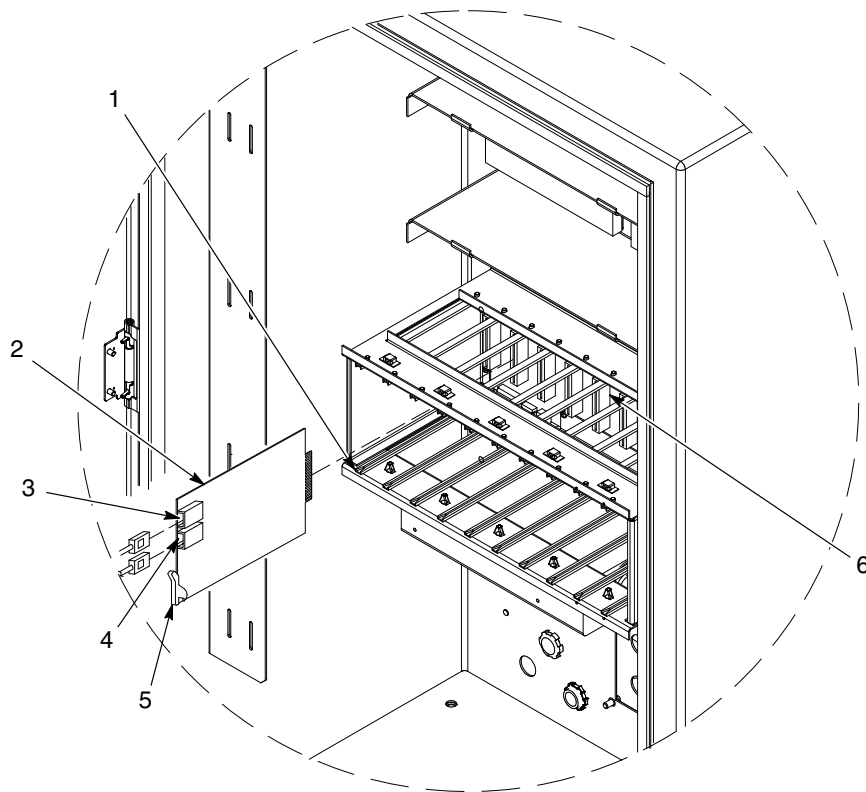

Figure 5-1 Remplacement de la carte de commande des pistolets
Voir la figure 5-1. Les cartes de commande des pistolets (2) sont installées de la gauche vers la droite dans le panier à cartes. Chaque carte commande deux pistolets : la prise en bas de la carte correspond au numéro de pistolet impair, celle du haut au pistolet pair.